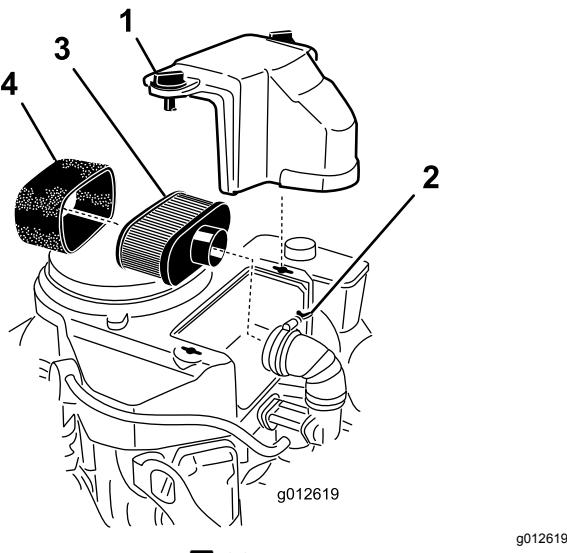

図 30
3. エンジン内部に汚れが落ちないように、まず、エアクリーナカバーの周囲をきれいに清掃する 図 30。
4. エアクリーナのカバーを固定しているノブを外し、カバーを取り出す(図 30)。
5. ホースクランプをゆるめて、エアクリーナアセンブリを取り出す(図 30)。
6. ペーパーエレメントフからスポンジエレメントを注意深く外す 図 30。